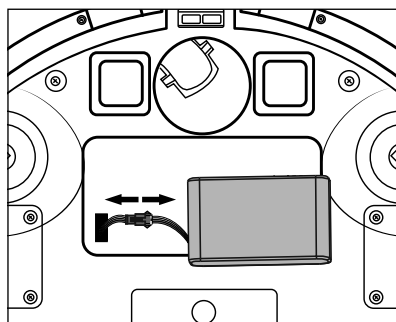

Fig. 17
- 2) Deconectați elementul de cuplare a acumulatorului (a se vedea fig. 17 și 18) și scoateți-l din compartimentul pentru acumulator.